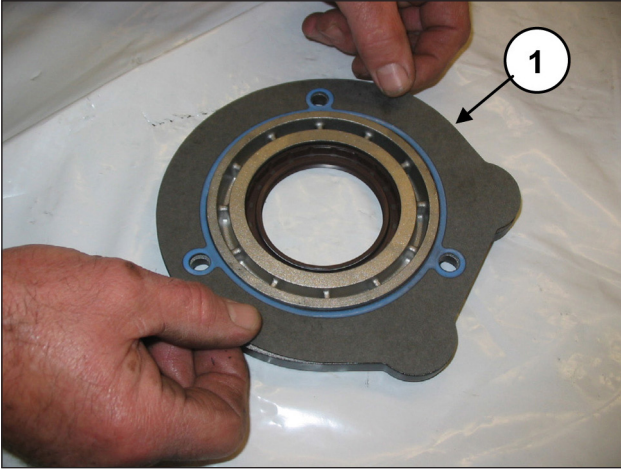
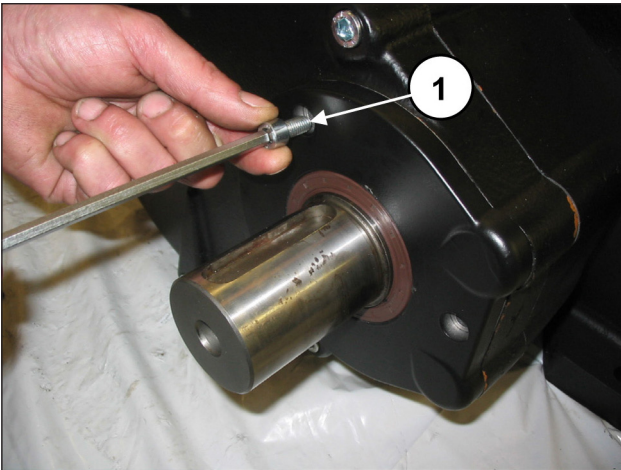

Fig. 72
Fig. 73
Appliquer le flasque du réducteur avec son joint sur le boîtier du réducteur (rep. ①, Fig. 72) et le visser à l'aide de 3 vis M8x18 (rep. ①, Fig. 73).